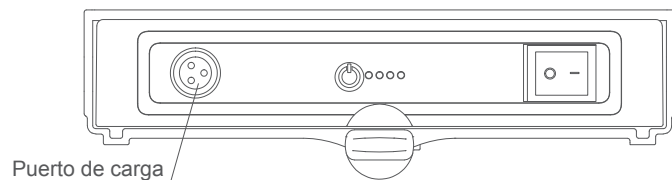

Ilustración 6.10
- ▶ Método de carga 2: Retire la caja de la batería de la silla de ruedas eléctrica e inserte el conector del cargador en la ranura que hay en la caja de la batería, según se muestra en la Ilustración 6.10.